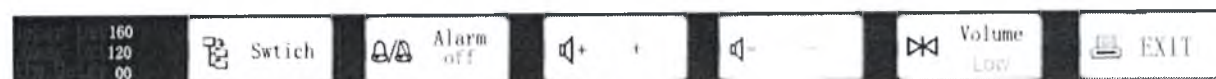

Рис. 5-13 — Панель меню настройки сигнализации
6. Нажмите кнопку  на панели меню настройки системы, чтобы перейти в режим отображения, как показано на Рис. 5-12, Рис. 5-13 и Рис. 5-14 (Монитор фетальный для близнецов поддерживает все варианты, а одиночный Монитор фетальный поддерживает только вариант однокоординатного режима).
2. Нажмите кнопку  на панели меню настройки, чтобы открыть меню настройки сигнализации, как показано на Рис. 5-13.